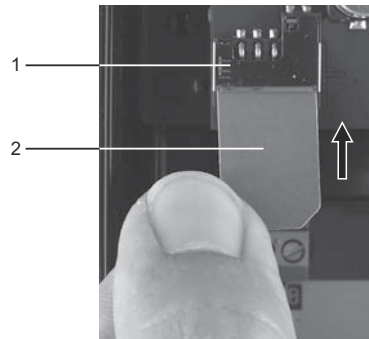

Fig. 4 Inserir o cartão SIM
3. Insira o cartão SIM no CIM 260 ou CIM 280. Consulte a fig. 4.
O canto cortado do cartão SIM deve ficar virado para baixo. Consulte a fig. 4.